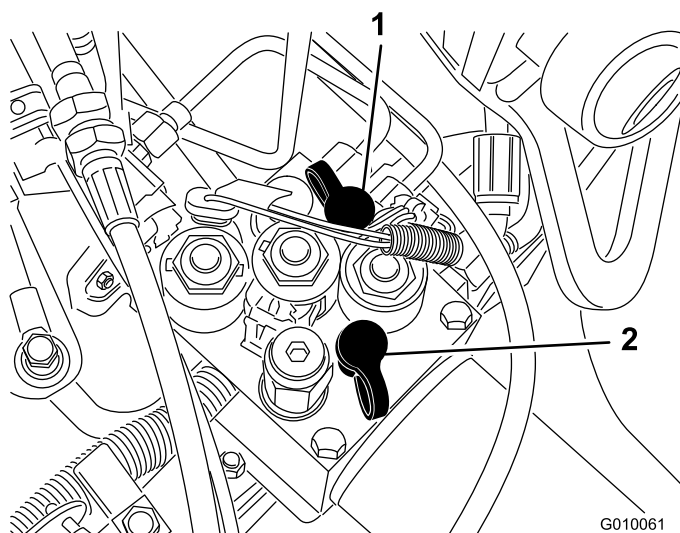

Figura 61
- El punto de prueba G 2 (Figura 61) se utiliza para localizar problemas en el circuito de carga de tracción.
- El punto de prueba G 1 (Figura 61) se utiliza para localizar problemas en la presión del circuito de elevación.